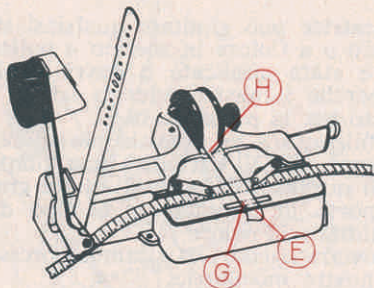

Fig. 4
Fig. 4: Svolgere un tratto di nastro adesivo (E) e applicarlo sulle due pellicole da giuntare. Con una leggera pressione del dito far aderire il nastro sulla superficie della pellicola in modo che non risultino grinze o bolle d'aria. Fare altresì attenzione che il nastro aderisca bene anche ai due ponticelli (G) e (H) e ciò per facilitarne il taglio.
Fig. 4: Unroll adhesive tape (E). Apply to film to be spliced. Use finger to press adhesive tape on film so that it sticks to it leaving no wrinkles or air bubbles. Make sure tape is well stretched adhering to both points (G) and (H) in order to make cut easier.
Fig. 4: Dérouler une bande de ruban adhésif (E) et l'appliquer sur les deux pellicules avec une pression du doigt. Faire adhérer le ruban sur la surface de la pellicule afin d'éviter les plis et les bulles d'air. Faire attention que le ruban adhère également sur les deux traverses (G) et (H) afin d'en faciliter la coupe.
Fig. 4: Ein Stück Klebeband (E) abwickeln und gut gestrafft mit Finger auf dem Film und in Punkt (G) und (H) auf den Stegen andrücken; darauf achten, dass keine Falten oder Luftblasen zurückbleiben!